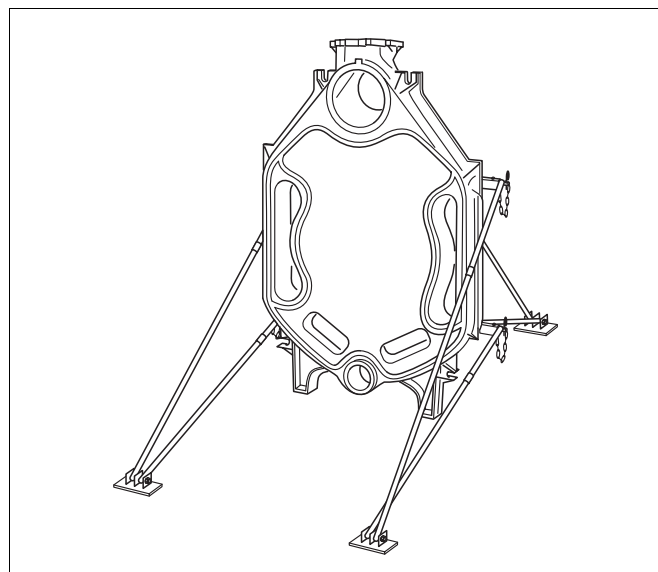
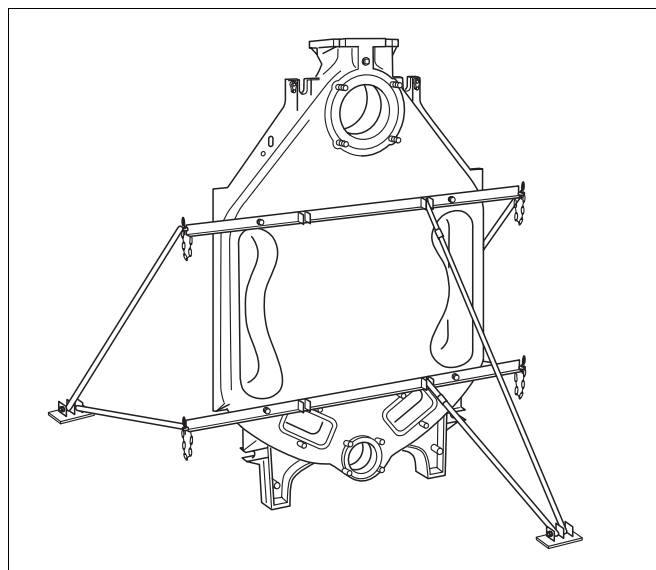

Fig. 6 Bakelement med montert montasjesett
Fig. 8 Festing av montasjesettet
Det er fare for personskader hvis kjelelementene ikke sikres på forsvarlig måte! For sikker oppstilling av kjelelementene kan det leies et montasjesett (ekstraustyr) hos **DSV Norge A/S**. Dette settet skrues sammen med bakelementet og sikrer de monterte kjelelementene mot å velte (fig. 6).
- Sett opp bakelementet i riktig stilling og sikre det mot å velte ved hjelp av montasjesettet (se fig. 8 og fig. 6 samt den separate monteringsanvisningen for montasjesettet).